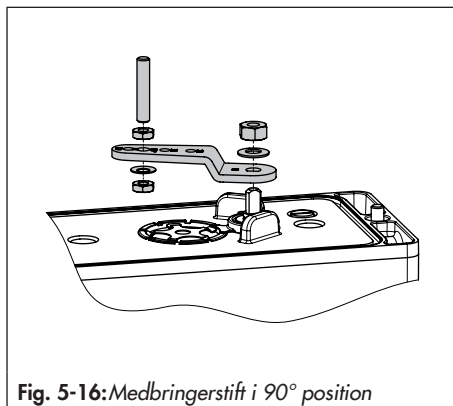

Fig. 5-16: Medbringerstift i 90° position
5. Sæt medbringerstiften i, og fastgør den i 90° positionen på positionerens arm (se Fig. 5-16). Brug kun den lange medbringerstift indeholdt i monteringssettet.
6. Ret positioneren til på adapterkonsollen (1) sådan, at medbringerstiften går i indgreb med aktuatorens medbringerhjul (3).
7. Fastgør positioneren på adapterkonsollen (4) med spændeskruerne (6).
2. Fastgør adapterblokken (1) til aktuatorens NAMUR-grænseflade med de fire spændeskruer (2). Kontrollér, at tætningerne sidder korrekt.
3. Montér medbringerhjulet (3) på aktuatorens aksel. Brug den passende adapter (se Tabel 5-9 på side 5-52).
4. Sæt adapterkonsollen (4) på adapterblokken (1), og fastgør den med spændeskruerne (5). Kontrollér, at tætningerne sidder korrekt.
5. Sæt medbringerstiften i, og fastgør den i 90° positionen på positionerens arm (se Fig. 5-16 på side 5-20).
8. Montér type 3710 reverseringsforstærkeren (7) sammen med de to styrebøsninger (8) og terminalpladen (9) på adapterkonsollen med de tilhørende spændeskruer (10). Kontrollér, at tætningerne sidder korrekt.